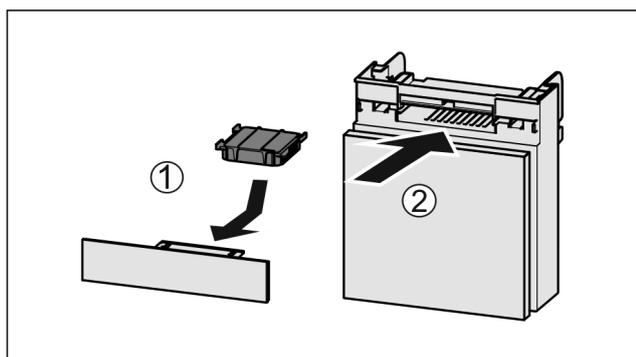

Fig. 143
- ▶ Introduceți Fig. 143 (1) filtrul de cărbune activ după cum se vede în figură.
- ▶ Împingeți Fig. 143 (2) compartimentul în interior.